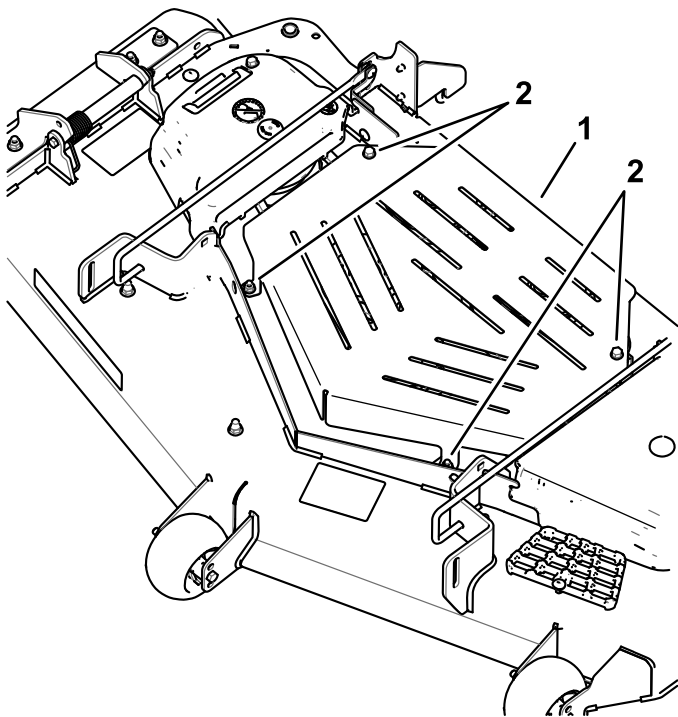

Bild 40
2. Lösen Sie die zwei vorderen Schrauben und nehmen Sie die Blechschutzeinrichtung ab, um die Mähwerkriemen und die Spindeln zugänglich zu machen (Bild 40). Setzen Sie die Blechschutzeinrichtung nach der Wartung auf und ziehen die Schrauben an.